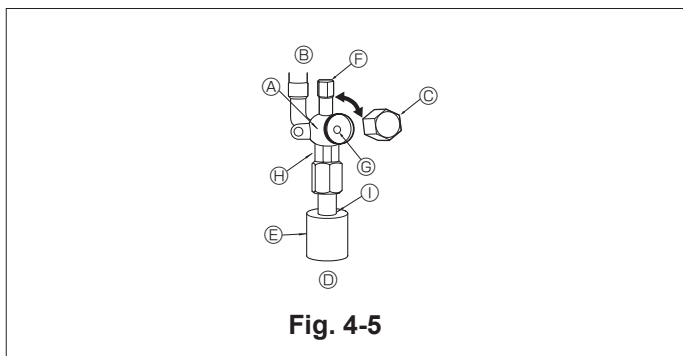

Fig. 4-5
4.5. Método de abertura de la válvula de retención (Fig. 4-5)
- ① Abra la tapa y gire la varilla de válvula hacia la izquierda hasta su tope, utilizando una llave hexagonal de 4 mm, 5/32 pulgadas. Deje de girar cuando llega al tope. (ø6,35, 1/4 pulgadas: Aproximadamente 4,5 revoluciones) (ø9,52, 3/8 pulgadas: Aproximadamente 10 revoluciones)
- ② Cerciórese de que la válvula de parada esté completamente abierta, empuje la manivela y enrosque la tapa en su posición original.